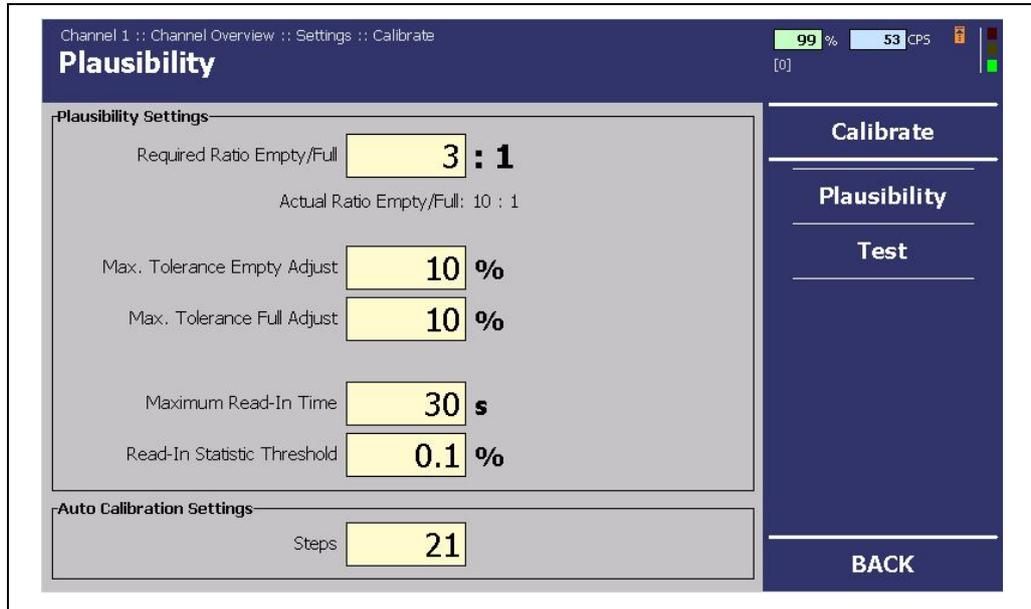

Abb. 60 Menü „Kanalübersicht“, Einstellungen – Kalibrierung (Plausibilität)
Im Untermenü „Test“ können Sie eine Testzählrate (Abb. 60, Pos. 3) eingeben, die anstelle der Zählrate des Detektors zur Berechnung des Füllstandes benutzt wird. Solange diese Testzählrate wirksam ist, wird der Hintergrund des Eingabefelds rot dargestellt. Es wird der berechnete Füllstand angezeigt (Abb. 60, Pos. 3).
1. Klicken Sie in das Eingabefeld (Abb. 60, Pos. 3).
- ▶ Der Testmodus wird gestartet (Abb. 60, Pos. 1).